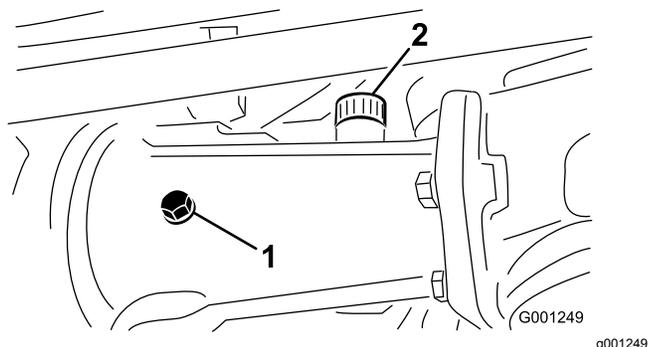
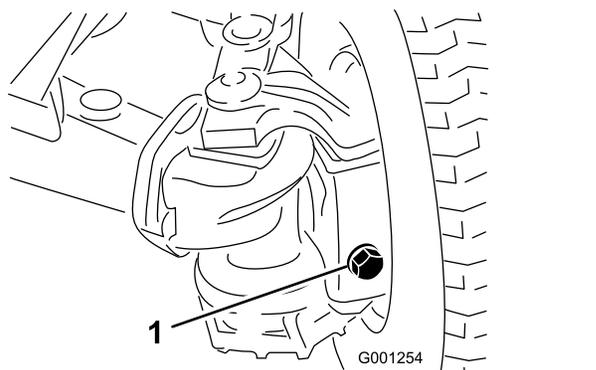

Figura 60
Figura 61
2. Remova o tampão de verificação da estrutura do eixo central e o eixo e os tampões de enchimento/verificação em cada caixa do eixo exterior (Figura 60 e Figura 61).
3. Verifique se há lubrificante até às roscas no fundo de cada orifício do tampão (Figura 60 e Figura 61).
- A. Se encher a estrutura do eixo central, retire o tampão de enchimento (Figura 60).
- B. Adicione o lubrificante do eixo traseiro especificado no depósito do eixo até que o lubrificante chegue ao fundo dos orifícios dos tampões de verificação (Figura 60 e Figura 61).
- C. Se retirado da estrutura do eixo central, aplique selante de rosca PTFE nas roscas do tampão de enchimento e instale-o na estrutura (Figura 60).
5. Aplique o selante de roscas PTFE nas roscas do tampão de enchimento da estrutura do eixo central e nos tampões de enchimento/verificação das caixas do eixo exterior (Figura 60).
6. Instale o tampão de verificação na estrutura do eixo central e tampões de enchimento/verificação nas duas caixas do eixo exterior (Figura 60 e Figura 61).
central e nos tampões de enchimento/verificação das caixas do eixo exterior; consulte Figura 60 e Figura 61 em Verificação do lubrificante do eixo traseiro \(página 55\).
9. Instale o tampão de verificação na estrutura do eixo central e os tampões de enchimento/verificação nas duas caixas do eixo exterior; consulte Figura 60 e Figura 61 em Verificação do lubrificante do eixo traseiro \(página 55\).